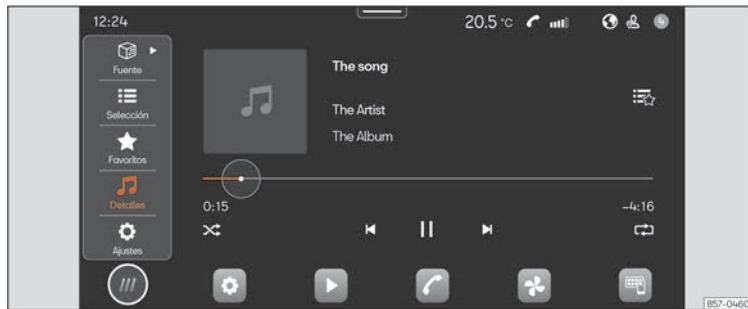

Fig. 141 Representació esquemàtica: Vista Multimedia.
- Premeu **HOME** > ► ►► **fig. 141**.